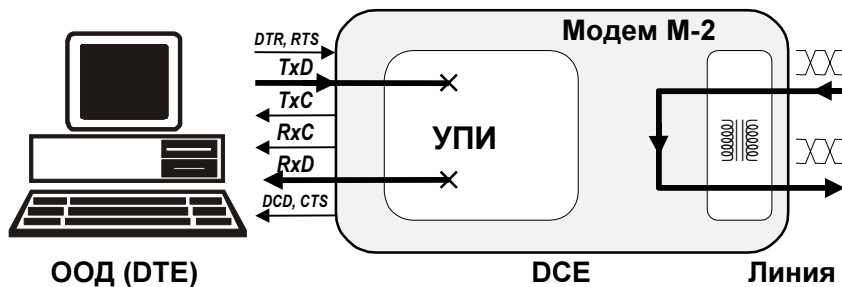

Рис. 14. Проверка в режиме *Цифровой шлейф (DL)*
6.2.3 Режим Цифровой шлейф (DL)
Режим проверки *Цифровой шлейф* (Digital Loopback) обеспечивает возможность включить режим возврата данных, принимаемых с физической линии, непосредственно на *ЛОКАЛЬНОМ* модеме. Принцип проверки *Цифровой шлейф (DL)* показан на Рис. 14. Необходимость в использовании этого режима появляется, если для организации канала передачи используются модемы разных фирм.